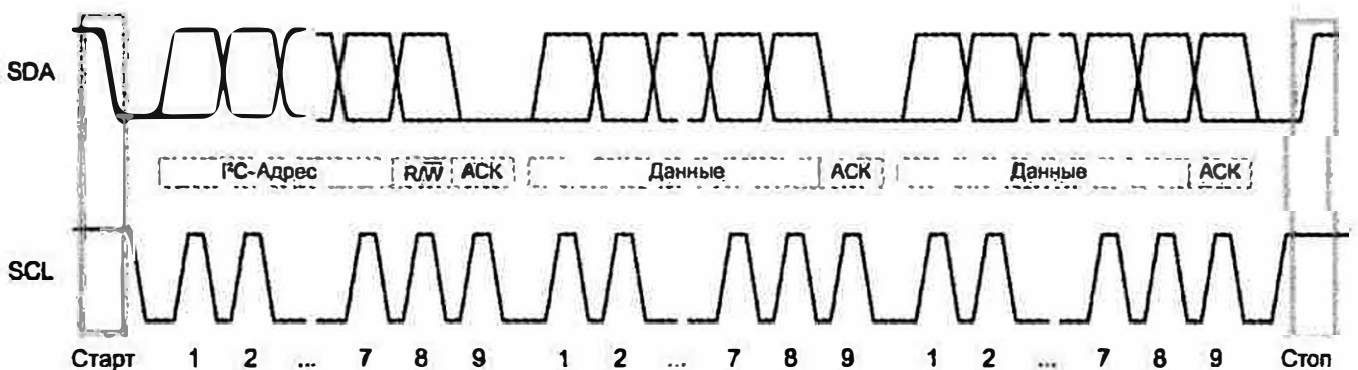

Рис. 13.1. Последовательность передачи по шине I2C
указание направления передачи данных осуществляется посредством последнего бита чтения/записи в переданном байте адреса. При установке этого бита на высокий логический уровень данные должны считываться из ведомого устройства (R). Если же данные должны передаваться на ведомое устройство, то бит устанавливается на низкий уровень ( $\overline{W}$ ). Когда ведомое устройство, декодировав адрес, определяет, что было обращение именно к нему, то оно подтверждает правильное получение адреса, передавая следующий бит подтверждения АСК (Acknowledge) низкого логического уровня (АСК = 0). Затем в большинстве случаев в микросхему передается внутренний адрес того или иного регистра. После этого передаются данные, которые должны быть записаны в указанный регистр, или наоборот считываются из этого регистра. На рис. 13.1 представлен пример последовательности передачи.